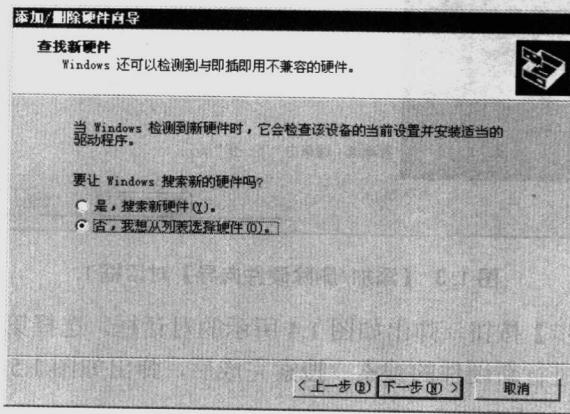

图 1.6 【添加/删除硬件向导】对话框 4
- (4) 选择【添加新设备】选项，单击【下一步】按钮，弹出如图 1.6 所示的对话框。该对话框要求用户确定是希望系统进行硬件设备的搜索安装还是由用户自己进行安装。